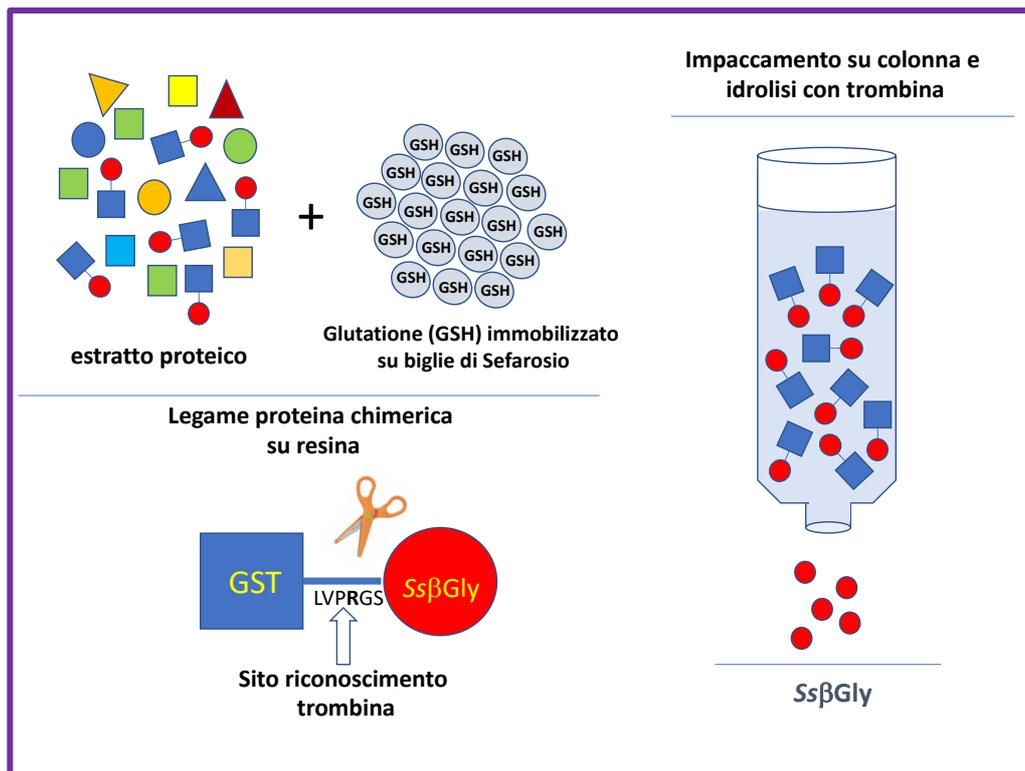

Fig. 1 Purificazione mediante cromatografia di affinità di SsβGly
L'estratto proteico di partenza, di cui vi è fornita una aliquota per le successive analisi, contiene la proteina chimerica GST-Ss β Gly, espressa in cellule di *Escherichia coli*, costituita dall'enzima Glutazione S-Tranferasi (GST) e dall'enzima termostabile Ss β Gly dell'archaeon termofilo *Saccharolobus solfataricus*. GST e Ss β Gly sono unite da un peptide di connessione contenente la sequenza amminoacidica LVPRGS, sito specifico di idrolisi della proteasi trombina. La proteina GST-Ss β Gly è stata preliminarmente legata alla fase stazionaria (1) della resina Sefarosio 4B derivatizzata con il Glutazione (GSH; Fig. 1); il legame della proteina chimerica GST-Ss β Gly alla resina, quindi, è mediato dall'enzima GST che presenta un'alta affinità per il proprio ligando GSH. La resina è stata **a)** lavata con 20 mL di tampone PBS (Phosphate Buffered Saline: 0.15 M NaCl¹, 0.02M Fosfato di Sodio² pH 7.3) con aggiunta di 1% Triton X-100³; **b)** risospesa in 1 mL di PBS fresco addizionato con 30 U di trombina⁴(1 U/mL in PBS) e **c)** incubata per 16 ore a 4°C (2).